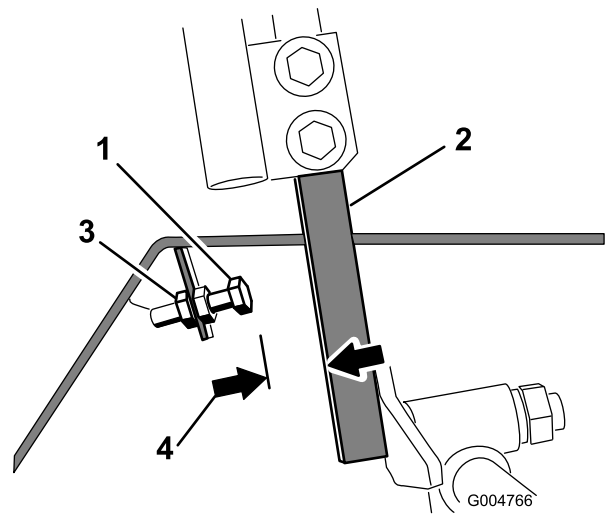

Bild 60
4. Lösen Sie für einen der Fahrtriebshebel die Klemmmutter an der Anschlagschraube (Bild 60).